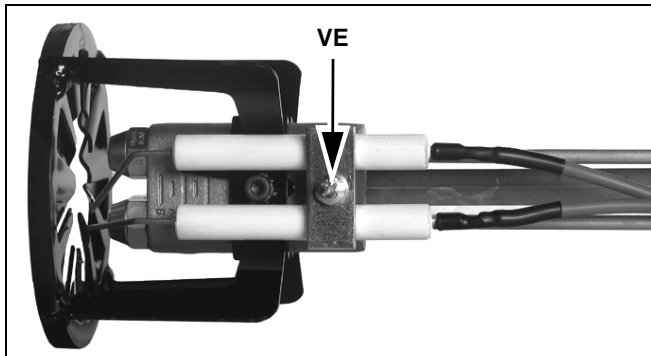
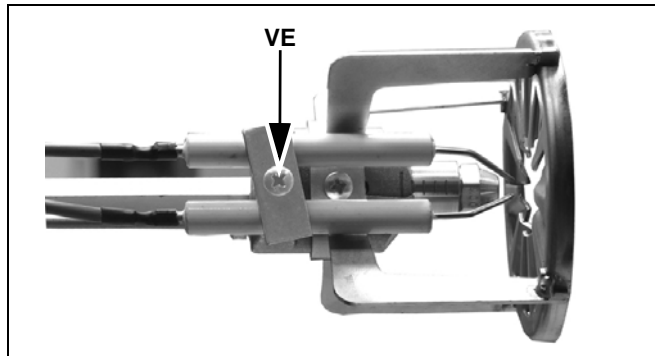

Fig. 47 - Quemadores de 2 etapas
Fig. 48 - Quemadores de 1 etapa
- Destornillar el tornillo VE y desmontar los electrodos del soporte (Fig. 47 - Fig. 48).